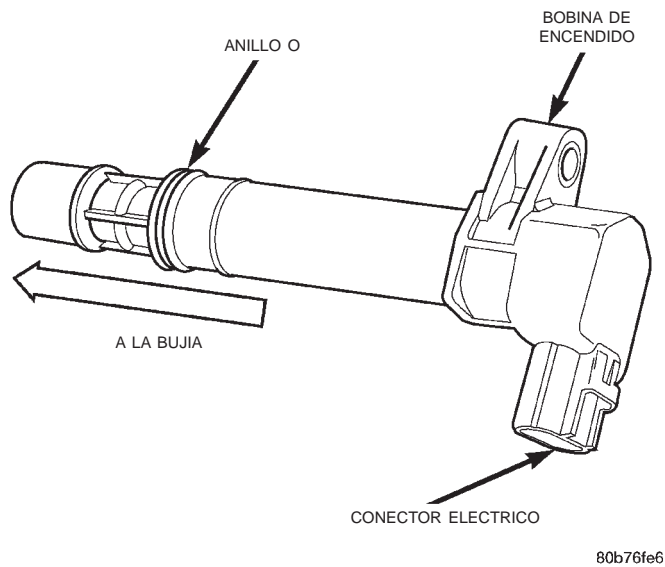
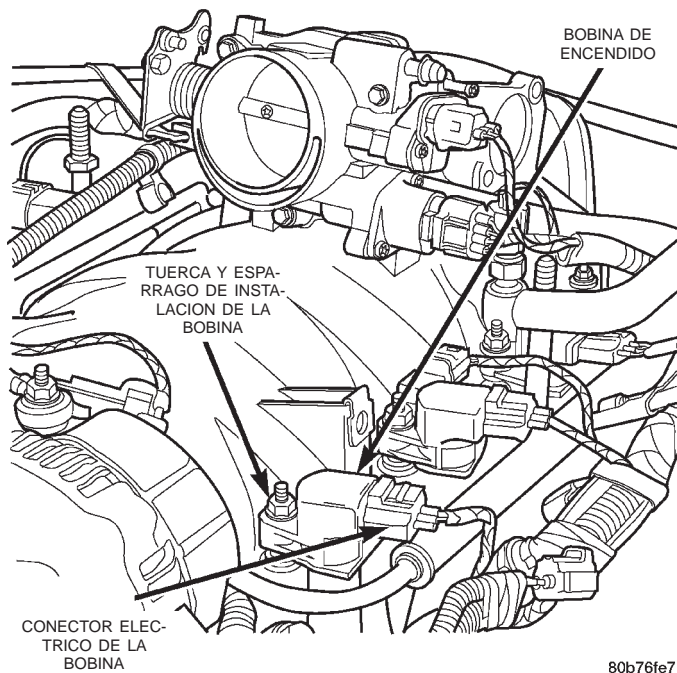

Fig. 27 Bobina de encendido—motor 4.7L V-8
Fig. 28 Localización de la bujía de encendido—motor 4.7L V-8
Para cada bujía se utiliza una bobina de encendido individual (Fig. 27). La bobina encaja dentro de orificios maquinados en la culata de cilindros. Un espárrago y tuerca de instalación aseguran cada bobina en la parte superior del múltiple de admisión (Fig. 28). La parte inferior de cada bobina está equipada con una funda de goma para sellar la bujía a la bobina. Dentro de cada funda de goma hay un muelle que se utiliza como contacto mecánico entre la bobina y la parte superior de la bujía. Estas fundas de goma y muelles son parte integrante de la bobina y no pue-
den repararse por separado. Para sellar la bobina en la abertura dentro de la culata de cilindros, se utiliza un anillo O (Fig. 27).
(1) Dependiendo de la bobina que se retira, para acceder a la misma puede que sea necesario desmontar el tubo de entrada de aire del cuerpo de mariposa o la caja de la admisión.
(2) Desconecte el conector eléctrico (Fig. 28) de la bobina empujando hacia abajo la traba de desenganche en la parte superior del conector y saque el conector de la bobina.
(3) Antes del desmontaje, limpie la zona de la base de la bobina empleando aire comprimido.
(4) Retire la tuerca de instalación de la bobina del espárrago de instalación (Fig. 28).
(5) Levante cuidadosamente la bobina por la abertura de la culata de cilindros con un ligero movimiento de torsión.
(6) Retire la bobina del vehículo.